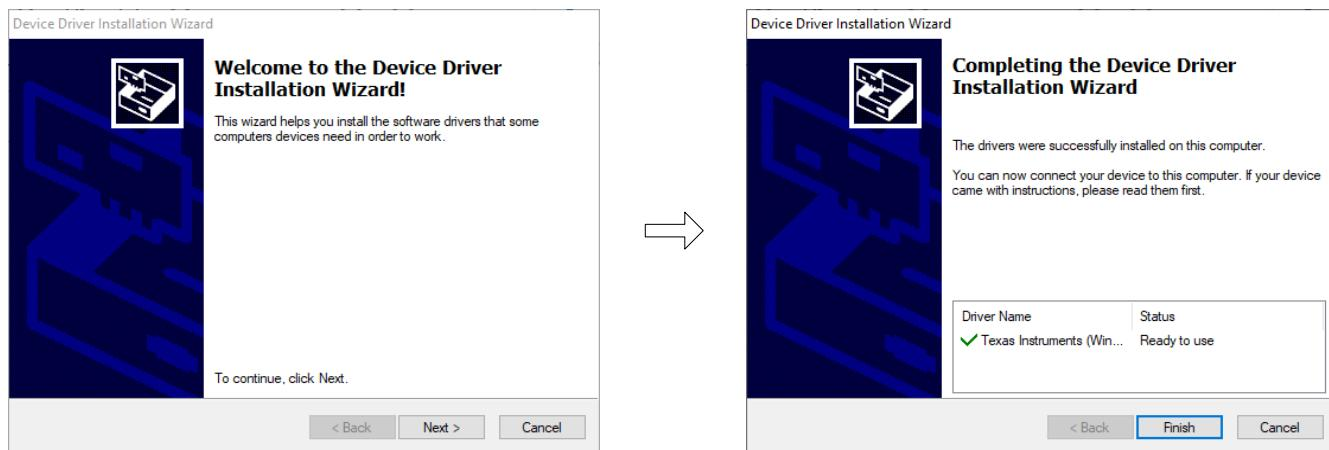

图 5-3. 器件驱动程序安装向导提示
3. 在 ADS835xEVM GUI 安装过程中，屏幕上会显示器件驱动程序安装向导（图 5-3）。点击 **Next** 按钮继续，然后在安装完成后点击 **Finish** 按钮。